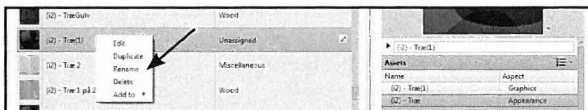
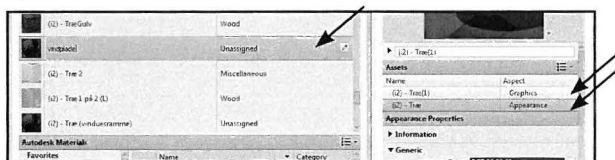

Fig. 05.37. Omdøb med Rename.
Fig. 05.38. Vælg Graphics for skraveringer og Appearance for renderingsmaterialer.
- Navngiv ved at højreklikke på det nye materiale - *Rename* og skriv navnet vindplade (Fig. 05.37 - Fig. 05.38).
- Bestem *Surface Pattern* og *Cut Pattern*, ved at vælge en skravering under Graphics (Fig. 05.38).
- Vælg yderligere et *Appearance* materiale (Fig. 05.38).